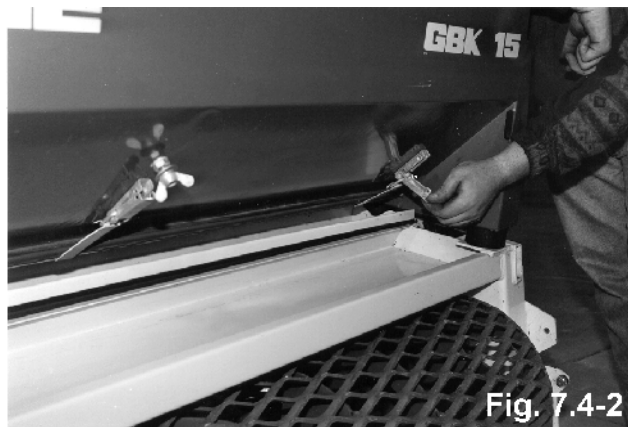
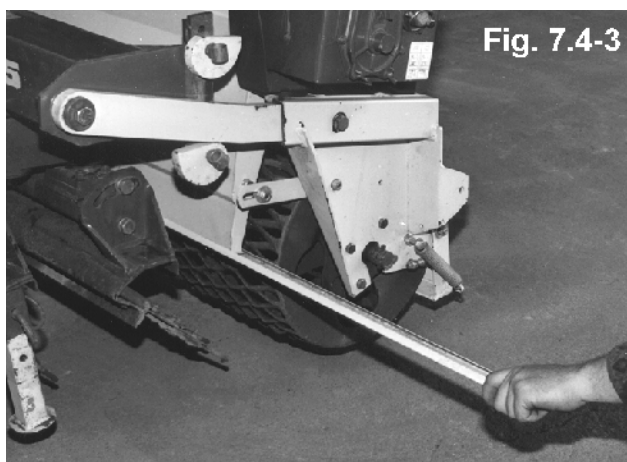

Fig. 7.4-2
Fig. 7.4-3
- Abra el gancho tensor (fig. 7.4-2) y pliegue la chapa de fondo hacia abajo. La semilla se desliza hacia la boquilla y, a continuación, hasta el saco a medida que se retira la deslizadera de la boquilla (fig. 7.4-3),